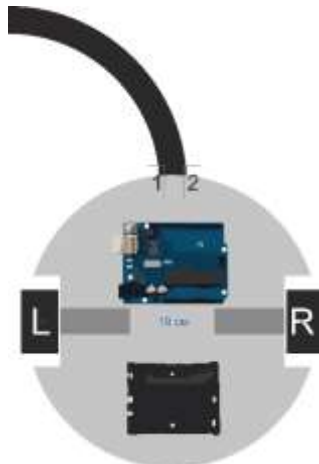

Рис. 7. Робот на линии
12. Петя собрал робота: диаметр ведущих колёс 7 сантиметров, расстояние между точками контакта ведущих колёс с поверхностью – 19 сантиметров (рис.7). Два датчика расположены симметрично относительно продольной оси робота.